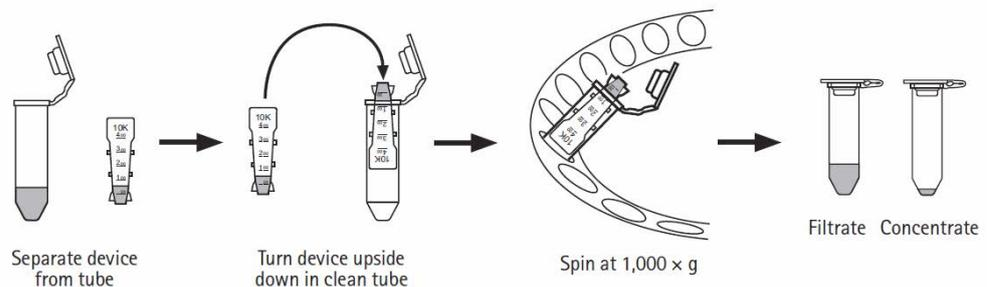

Figura 5. Colocar Amicon en nuevo tubo colector invertido y centrifugar 2 min.
- Retirar de la centrifuga y colocar el Amicon en un nuevo tubo colector en posición invertida (Figura 5).